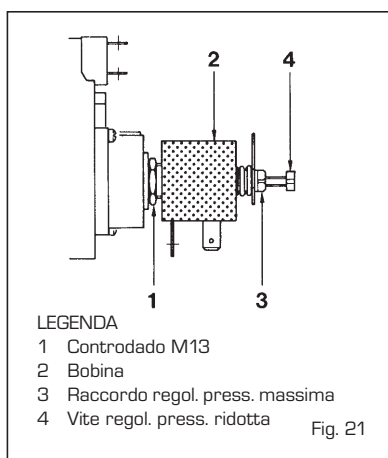

Fig. 21
Per effettuare la taratura della pressione massima procedere nel modo seguente (fig. 21):
Dopo aver effettuato la regolazione della pressione massima procedere alla taratura della pressione minima (fig. 21):
- Controllare la taratura della vite regolazione pressioridotta del gruppo bobina (4 fig. 21).